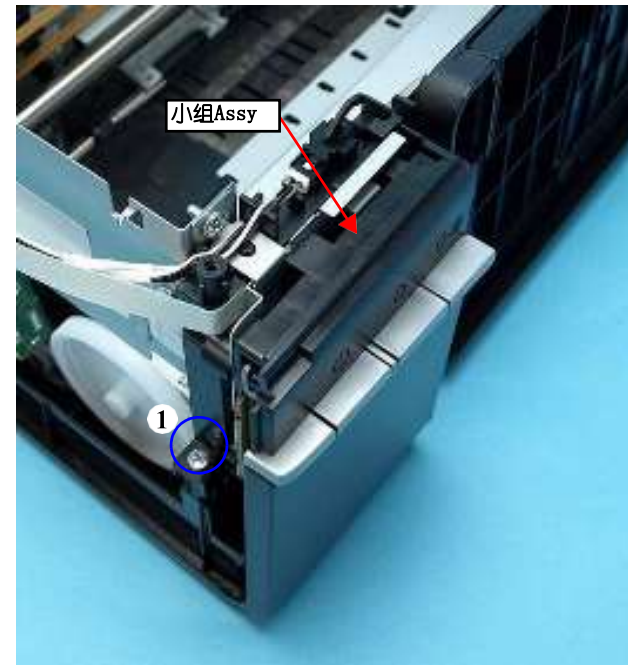

图1-29。卸下面板组件（2）
拆卸图1-29中所示的螺钉（2）时，请注意不要损坏盖板打开传感器电缆和CDR传感器电缆。
- 按照图1-29中的顺序拧紧螺钉
- 如图1-29 (第30页) 和图1-32所示, 将打开的传感器支架的定位孔与外壳下部的导销相匹配, 并将打开的传感器支架固定到卡舌上。